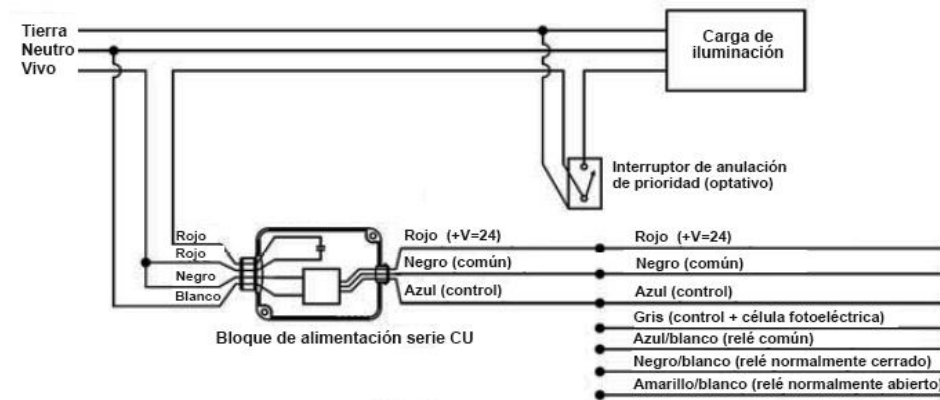

FIG. 3
INSTALACIÓN DE LOS DETECTORES Fig. 3
3. Pasar un cable de baja tensión de 3 conductores (de 18 a 22 AWG de tipo CL2, CL2P, CL2PR, o CMR, según corresponda) del dispositivo de control a la ubicación del sensor o sensores según la Fig. 3. La longitud máxima de cable entre el módulo de control y el sensor más alejado es de 76 metros.